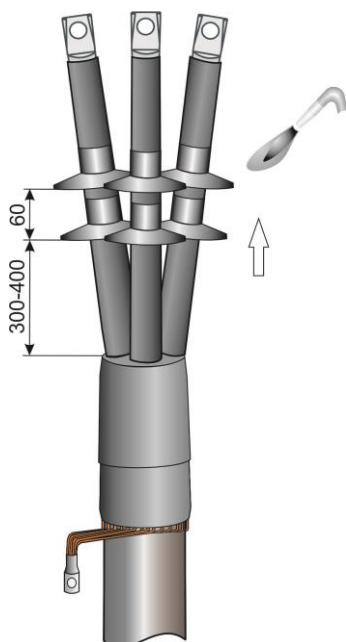

Рис.15
15. На жилы кабеля надеть фазные изоляторы и усадить их в соответствии с Рис.15.